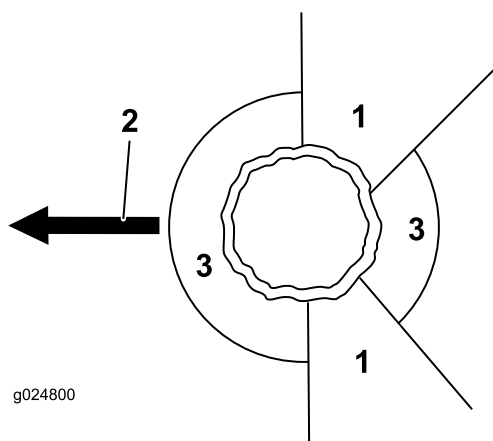

Figure 16
- Prévoyez une voie de repli dégagée et sûre à partir de la zone dangereuse; voir Figure 16.